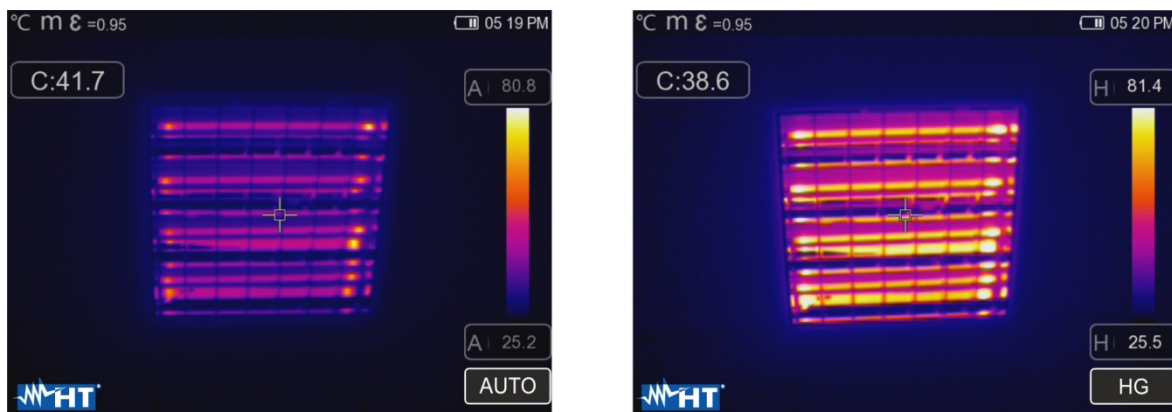

Fig. 42: Configuração do modo automático e histograma
9. Clique nos campos "Hi" e "Lo" na parte inferior do ecrã e utilize as teclas ▲ ou ▼ para definir o valor limite máximo e mínimo da temperatura. A ferramenta mostra os pontos da imagem com temperatura entre o limite "Lo" e o limite "Hi" na cor laranja e os pontos restantes em cinza (ver Fig. 42)